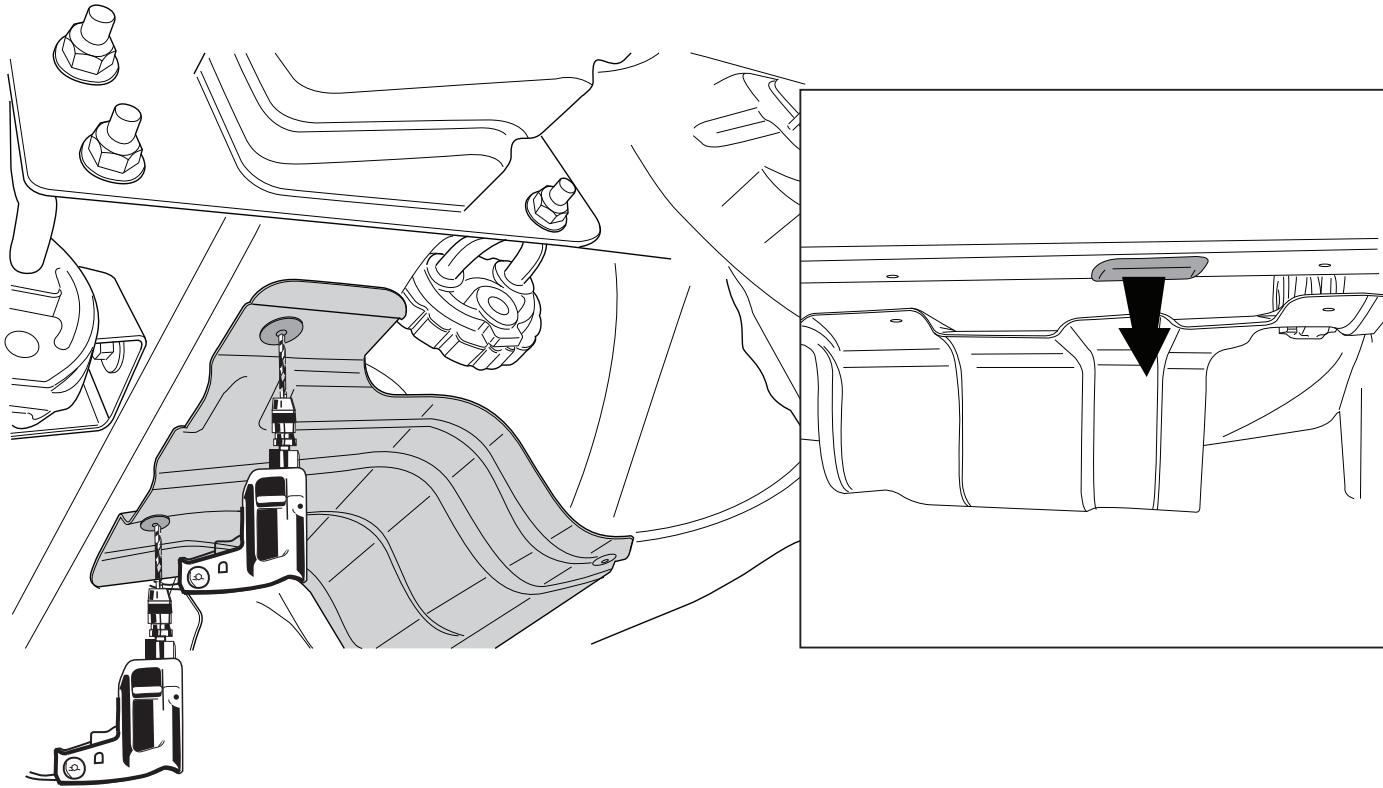

Fig.2
- Снять последний глушитель выхлопа и теплозащитный экран. (См. рисунок 2).
- Удалить резиновые пробки в указанных точках (см. рис. 2).